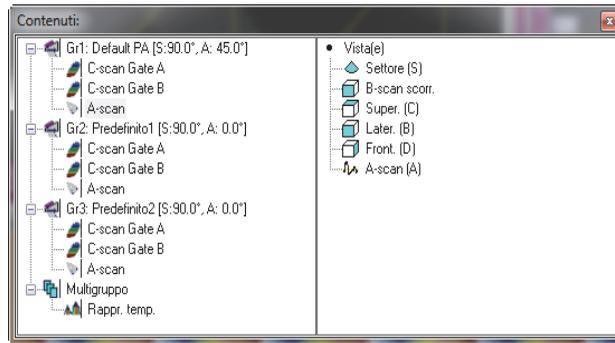

Figura 4-37 Esempio di una finestra di dialogo Contenuti
2. Cliccare su  nella barra degli strumenti delle componenti (o premere MAIUS+INVIO) per aprire la finestra di dialogo **Contenuti** (vedi Figura 4-37 a pagina 138).